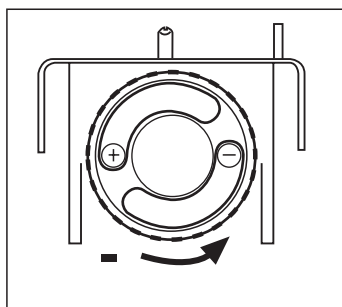

Fig. 12
- Ruotare la rotella in senso antiorario per diminuire la pressione (Fig. 12)